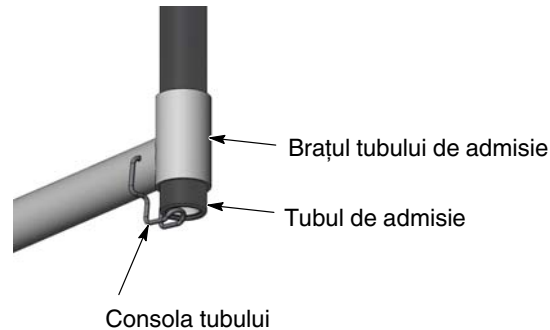

Figura 4-6 Folosirea consolei tubului de admisie
1. A se vedea Figura 4-6. Ridicați tubul de admisie și basculați consola tubului în jos și sub capătul tubului de admisie pentru a îl ține pe poziție pe braț.